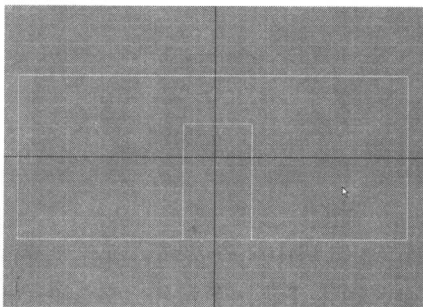

图 1-9 布尔差集运算后的门洞效果
Step 8 选择“左墙壁”，单击【创建】面板中的按钮，选择【复合对象】分类下的 **布尔** 工具，单击下面的拾取操作对象按钮，然后在左视图中单击新创建的长方体，布尔差集运算后的效果如图 1-9 所示。